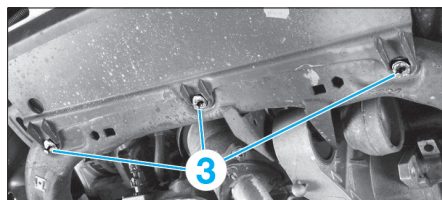

FIG. 41
- les 3 clous plastiques inférieurs (3) (Fig.41).